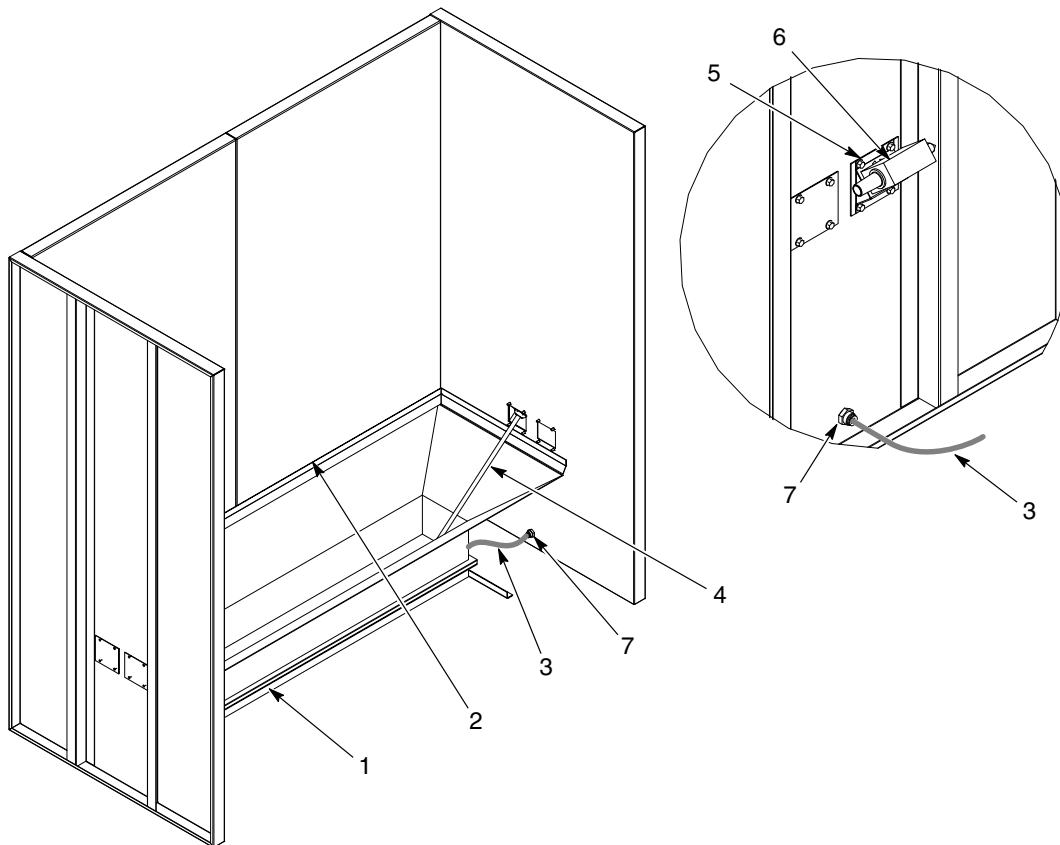

Figura 9 Instalación de la tolva y de la bomba de transferencia
1. Ver la figura 9. Deslizar la tolva o tolvas (1) por el módulo de contenedor hacia arriba, contra las paredes posterior y laterales.
3. Retirar el forro de la cinta adhesiva del borde de condensado (2) y luego pulsar el borde de condensado para colocarlo ligeramente sobre la tolva. En caso necesario, utilizar tornillos taladradores de #10 o 1/4 pulg. para sujetar el borde de condensado en su sitio hasta que se fije el adhesivo.
4. Taladrar un orificio de 0,81 pulg. en la pared, debajo de los orificios de montaje de la bomba e instalar el racor de pared divisoria de 10 mm (7) incluido con la tolva en el orificio para aire de fluidificación.
5. Retirar una placa de cubierta desde la pared lateral e instalar el adaptador de bomba (5).
6. Instalar el tubo de aspiración (4) en el adaptador de bomba.
7. Instalar la bomba de transferencia (6) en el adaptador. Conectar el tubo de aire y el tubo de transferencia de polvo a la bomba.
8. Conectar una longitud reducida del tubo de 10 mm (3) entre el racor de cámara de aire de la tolva y el racor de pared divisoria. Conectar un tubo de 10 mm entre el racor de pared divisoria y una fuente de aire comprimido regulado. La presión del aire de fluidificación típica es de 5-10 psi.